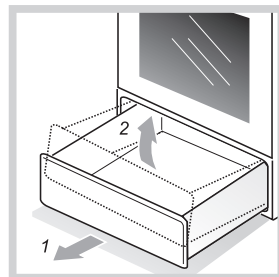

Рис. 6
- Как достать ящик, показано на рис. 6.